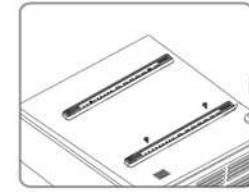
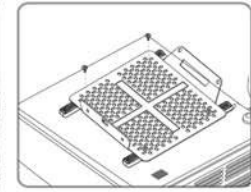

Figure 12
Figure 13
5. Conecte el proyector con la placa inferior (8) (ver fig. 5) También puede usar los brazos extensores para fijar el proyector (Fig 12 y fig. 13)
1. Fije los brazos extensores (10) a su proyector (Fig.12) Use tornillos de un tamaño adecuado. Ponga la parte acolchada de los brazos al proyector.